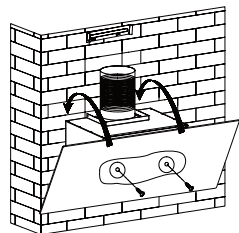

Bild 5
- Få huven att hänga på väggskruvarna i det fasta läget, justera köksfläktens läge, fäst köksfläkten med 2 st ST4*30 mm säkerhetsskruvar. Obs: De två säkerhetsventilerna sitter på höljets baksida, med 6 mm diameter. Se bild 5.